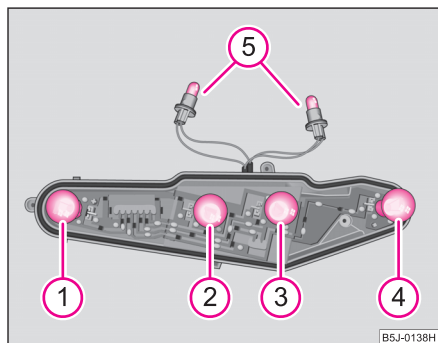

Fig. 193 Unidad de luces posteriores: Posición de montaje de las bombillas
- Para cambiar la bombilla de la luz de población, girar el conector de lámparas de la bombilla ⑤ hasta el tope hacia la izquierda (en dirección de las flechas de la caja) y sacarlo de la caja ⇒ fig. 193.
Posición de montaje de las bombillas en la unidad de luces posteriores ⇒ fig. 193